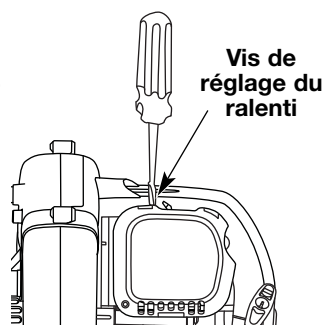

Fig. 29
La vitesse de ralenti du moteur est réglable à l'aide d'une vis de réglage accessible par un trou situé sur le dessus du couvercle du moteur (Fig. 29).
- Laissez le moteur tourner au ralenti. Si le moteur s'arrête, insérez un petit tournevis à embout cruciforme ou à tête plate dans le trou du couvercle du moteur (Fig. 29).